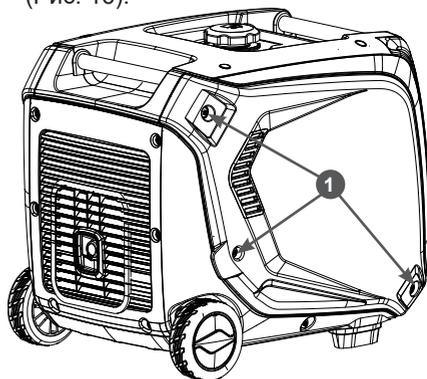

Рис. 16. Снятие левой панели корпуса
4. Открутите болты 1 крепления панели и снимите левую панель корпуса (Рис. 16).
1. Открутите болты крепления и снимите левую панель корпуса (Рис. 16).
3. Открутите болты крепления и снимите левую панель корпуса (Рис. 16).